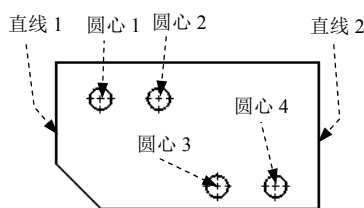

图 9.5.8 选取标注对象
Step3. 依次选取图 9.5.8 所示的直线 1、圆心 1、圆心 2、圆心 3、圆心 4 和直线 2。
Step3. 定义尺寸放置位置。在系统 **选择一个边线/顶点后再选择尺寸文字标注的位置** 的提示下, 选取图 9.5.8 所示的直线 1, 再选择合适的位置单击, 以放置第一个尺寸。
Step4. 依次选取图 9.5.8 所示的圆心 1、圆心 2、圆心 3、圆心 4 和直线 2。